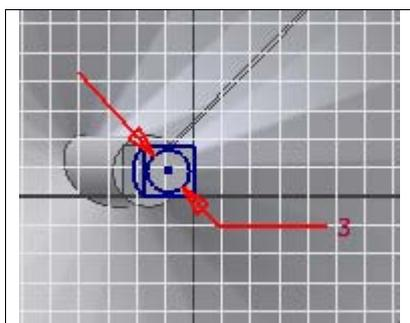

Рис. 14. Эскиз окружности.
1. Нажмите кнопку **Sketch**  и укажите четырехгранный торец шнека мясорубки (рис. 14).